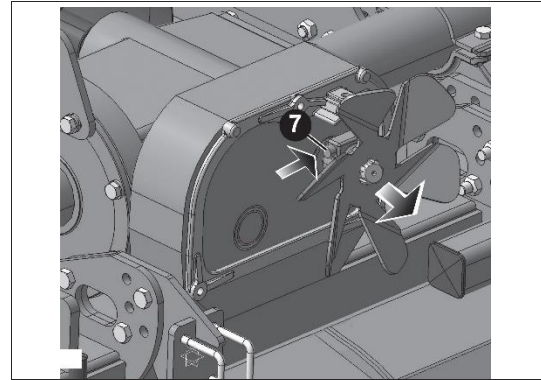

図 39
- 4) ボタン(7、図 39)を押し、ファンを取り外してください。